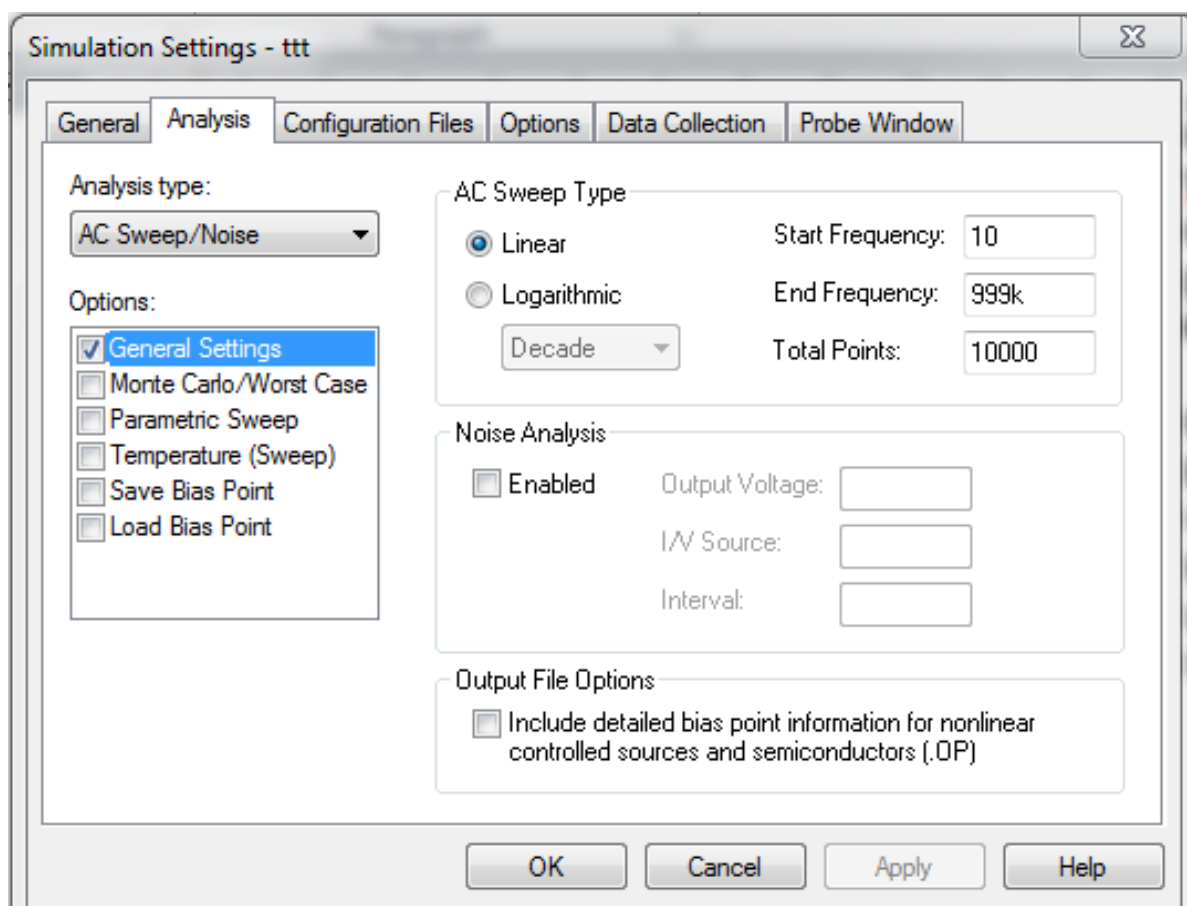
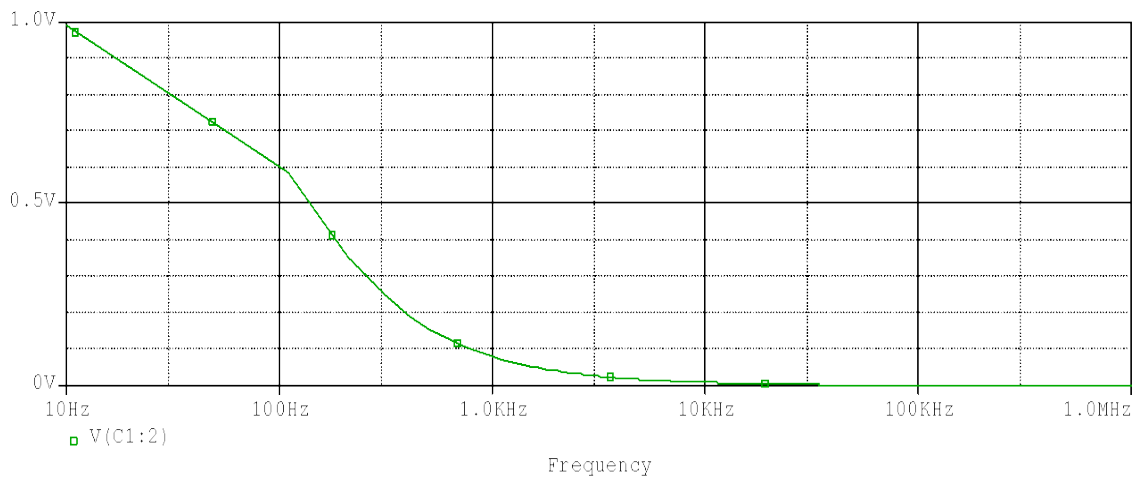

Рисунок 5.2 – Вікно *Simulation Settings* з налаштуваннями для аналізу в діапазоні частот від 10 (Гц) до 999 (кГц)
Рисунок 5.8 – Частотна характеристика RC -фільтра нижніх частот, де $R = 1000$ (Ом) і $C = 2$ (мкФ)
6. Підготуйте у вікні *AC Sweep Type* все для проведення аналізу кола змінної напруги в частотному діапазоні від 10 (Гц) до 999 (кГц)⁷ для 10000 точок (поле *Total Points*). Поля в розділі *Noise Analysis* можна залишити незаповненими, оскільки в даний момент немає необхідності проводити аналіз шумових характеристик. Якщо все було зроблено правильно, то вигляд вікна *AC Sweep and Noise Analysis* повинен відповідати зразку, що зображено на рис. 5.2.
19. Проведіть попередні налаштування для проведення аналізу *AC Sweep* в частотному діапазоні від 10(Гц) до 999(кГц) для 10000 точок (див. рис. 5.2).
22. Запустіть процес моделювання, використовуючи ті ж попередні налаштування, що і для схеми *Prizvushe_RC_80.sch* (див. рис. 5.2).
23. Подайте графічно частотну характеристику напруги конденсатора $V(C1:2)$ з лінійним масштабуванням координатної осі Y і логарифмічним масштабуванням координатної осі частоти, як показано на рис. 5.8.
30. Повторіть моделювання цієї схеми із попередніми налаштуваннями аналізу, тобто з лінійним розподілом точок (див. рис. 5.2). Подивіться на діаграму частотної характеристики напруги на конденсаторі при логарифмічному масштабуванні осі частоти (див. рис. 5.8.) і ви побачите, що навіть ця діаграма в області низьких частот недосконала.